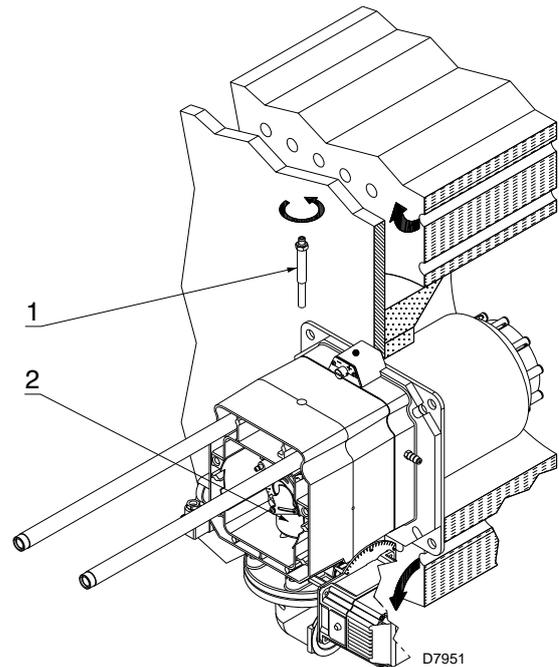

Abb. 15
- die Schraube 1)(Abb. 15) entfernen;
- das Innenteil 2)(Abb. 15) des Kopfes herausziehen und deren Einstellung vornehmen.
An dieser Stelle der Installation ist der Flammkopf am Heizkessel wie in Abb. 15. Seine Einstellung ist somit äußerst einfach, die allein von der Höchstleistung des Brenner abhängig ist.